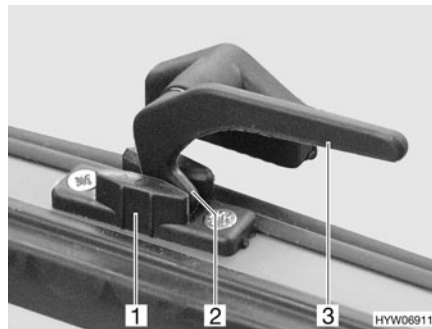

Fig. 46 Palanca de bloqueo en la posición de "ventilación continua"
- En la posición "ventilación continua" (Fig. 46)
- Girar la palanca de bloqueo (Fig. 46,3) un cuarto de vuelta hacia la mitad de la ventana.
- Girar de nuevo hacia atrás la palanca de bloqueo. El saliente de bloqueo (Fig. 46,2) se ha de introducir para ello en el rebaje del bloqueo de la ventana (Fig. 46,1).